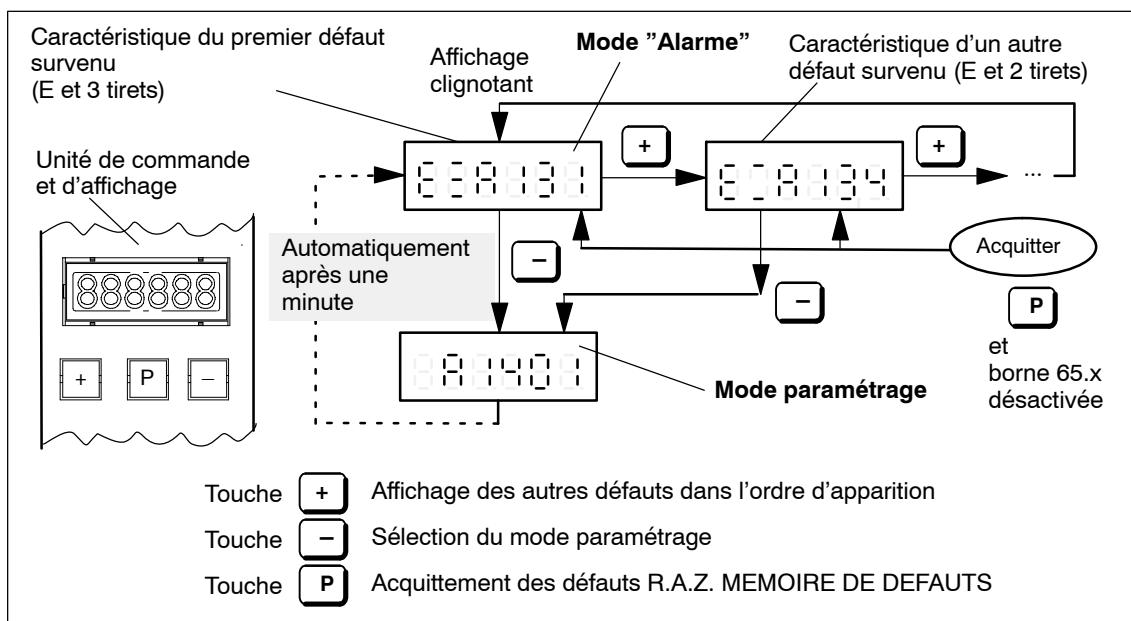

Fig. 7-2 Procédure de gestion de plusieurs défauts
2. Plusieurs défauts sont survenus (voir fig. 7-2).